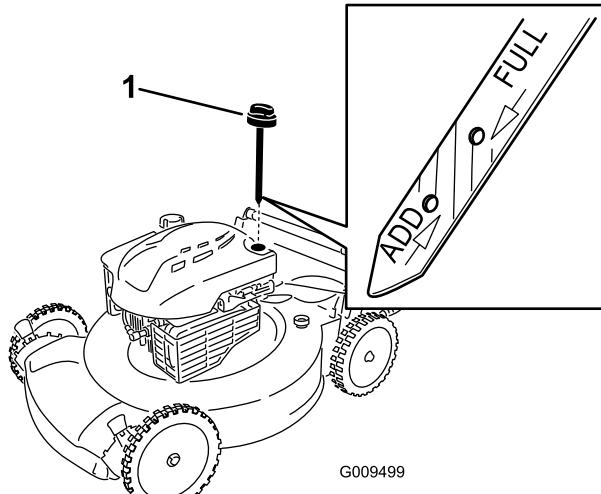

Figura 27
3. Retire la varilla (Figura 27).
10. Observe el nivel de aceite en la varilla (Figura 27).